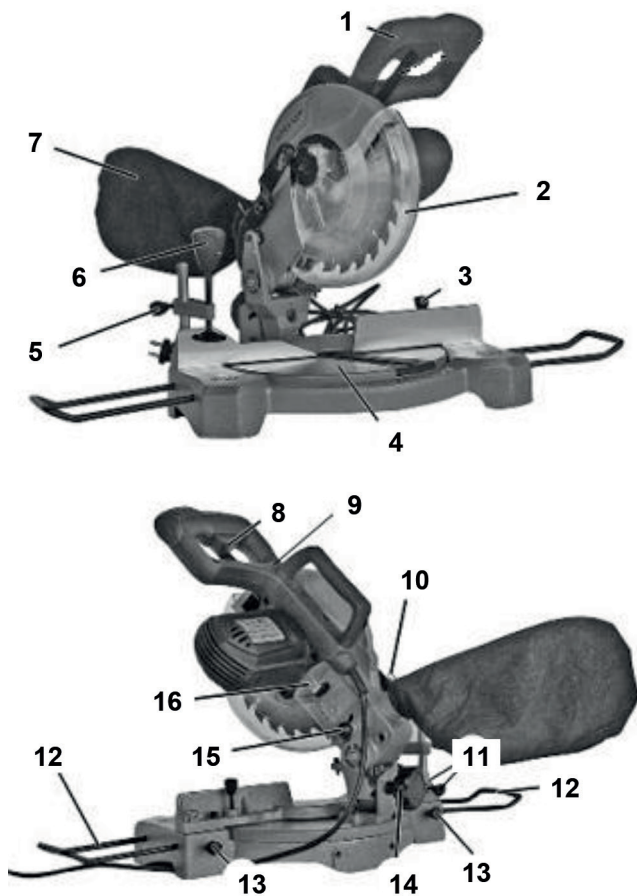
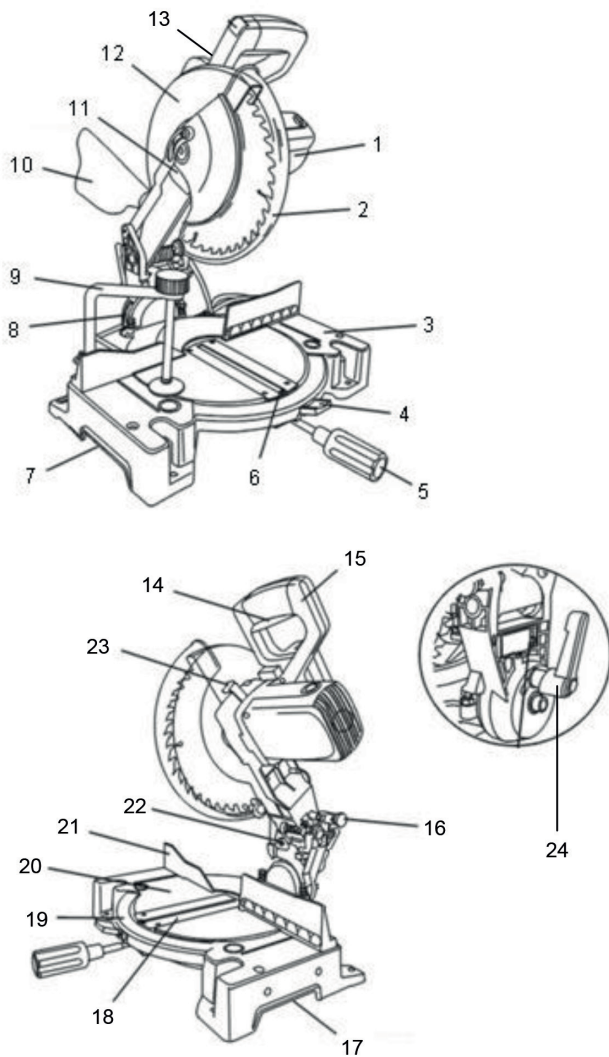
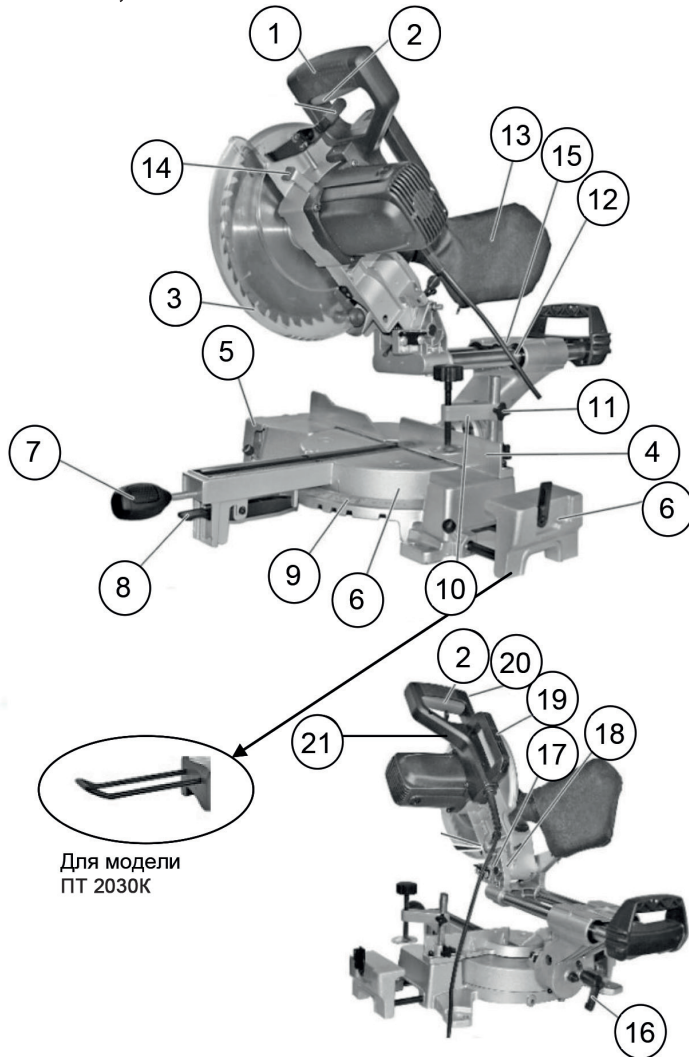

Рис. 1
Рис. 2
Рис. 3
Клавиша включения оснащена защитной блокировкой от случайного нажатия. Для разблокировки клавиши сначала нажмите на курок разблокировки и, не отпуская его, нажмите на клавишу. (Рис. 3а)
Рис. 3 а
1. Нажмите и удерживайте фиксатор поворотного стола (9) (кроме ПТ 1221)
2. Ослабьте ручку поворотного стола (8) (рис. 7) против часовой стрелки (кроме ПТ 1221) Ослабьте винт фиксации поворотного стола (5) (рис. 1) против часовой стрелки (для ПТ 1221)
3. Поверните поворотный стол (10) на нужный угол
4. Отпустите фиксатор поворотного стола (9) (кроме ПТ 1221)
Зафиксируйте винт фиксации поворотного стола (5) (рис. 1) (для ПТ 1221)
Для пиления под углом от 90° до 45° ослабьте фиксатор наклона диска 13 (рис. 1), 24 (рис. 2), 17 (рис. 3). Наклоните блок мотора на нужный угол, ориентируясь по шкале наклона и затяните фиксатор наклона диска.